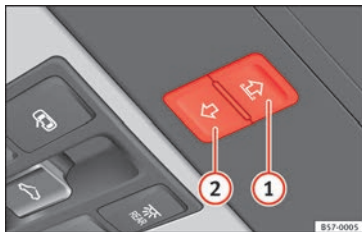

Fig. 135 En el revestimiento interior del techo: teclas de la cortinilla parasol.
Las teclas **» fig. 135 ① y ②** tienen dos niveles. En el primer nivel se puede abrir o cerrar la cortinilla parasol total o parcialmente.
- *Cortinilla parasol:* antes de que transcurran aprox. 5 segundos desde la activación de la función antiaprisionamiento, pulse la tecla » **fig. 135**  hasta que la cortinilla se cierre completamente.